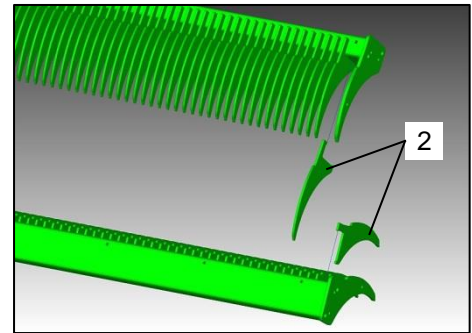

Bild 115: Abstreifer
- Prüfen Sie nach jeder Saison die Abstreifer (Bild 115 / Pos.2) auf Verschleiß.
- Verschlissene Abstreifer (Bild 115 / Pos.2) müssen ausgetauscht werden.